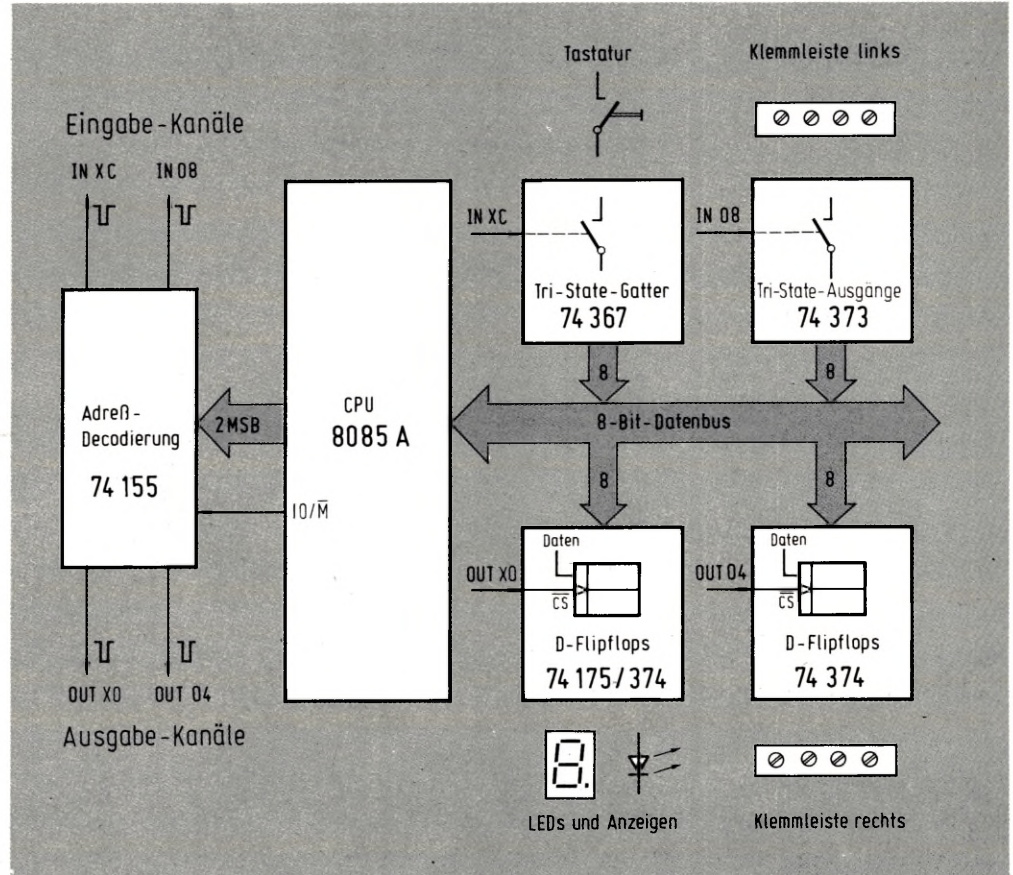

Bild 3: Blockschaltbild der vier Ein-/Ausgabe-Kanäle im UMS-85.
**Bild 3** zeigt diesen Sachverhalt noch einmal anschaulich (vgl. auch Tabelle 2 im ersten Teil). Dort sind die insgesamt vier E/A-Kanäle des UMS-85 zu erkennen (je zwei für die Ein- und Ausgabe), wovon zwei vom System selbst belegt werden (Verwaltung von Tastatur und Anzeige) und zwei für den Anwender verfügbar sind. Beginnen wir bei den Anwender-Ports, die über lötfreie Schraubklemmen auf der CPU-Platine zugänglich sind. Bei beiden Klemmreihen finden Sie, wenn Sie frontal davor stehen, rechts außen Masse, gefolgt von Bit 0 (LSB)...Bit 7 (MSB) ganz links.